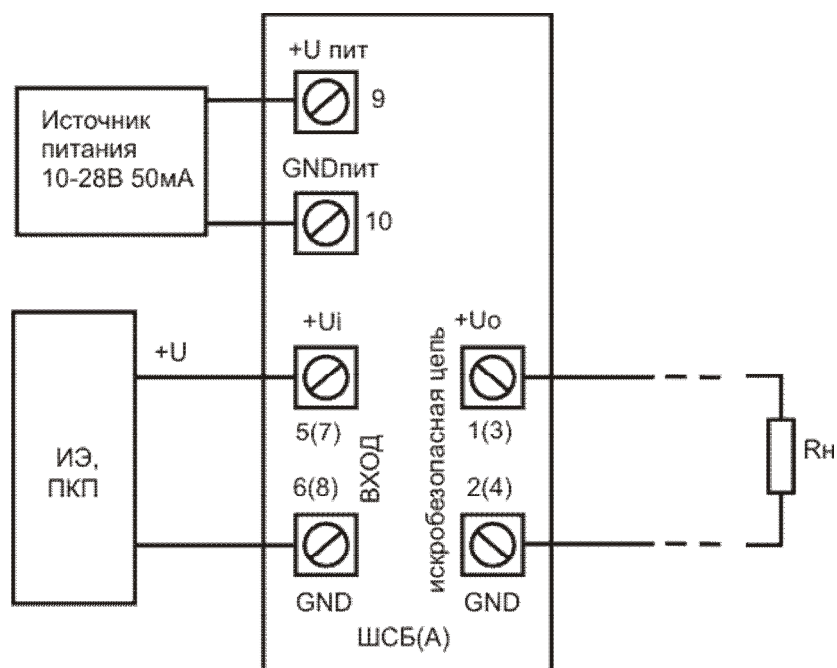

Рис.2 – Клеммные соединения барьера ШСБ(А).
9.2 Активный барьер ШСБ(А) подключается в соответствии с маркировкой рис.2.